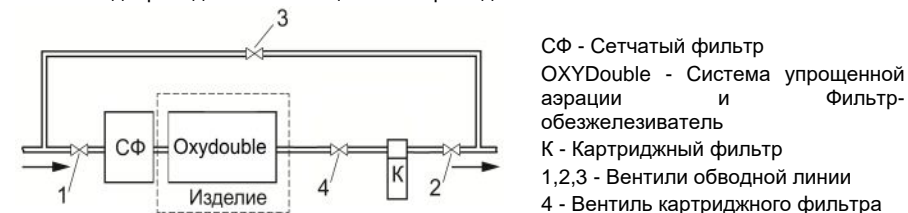

Рис. 2
9.1.1 При подключении Изделия к трубопроводу исходной воды необходимо предусмотреть устройство обводной линии (рис. 2), а также рекомендуется установить сечатый фильтр грубой очистки и картриджный фильтр тонкой очистки (в комплект поставки не входит).